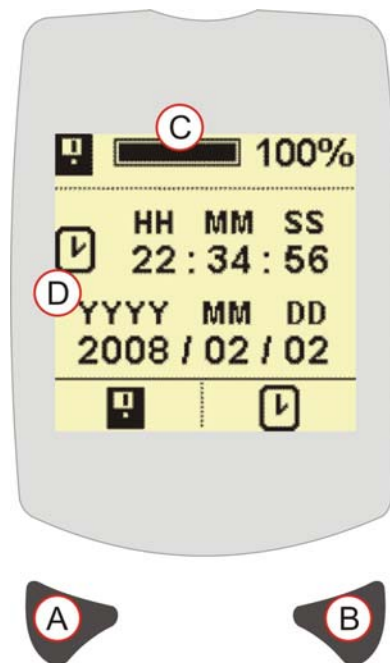

Figure 10 Écran d'heure et de date
Le statut de la mémoire dans la figure 10 (C) affiche 100 %, ce qui signifie que la mémoire est pleine. Il n'est plus possible de stocker d'autres données. Pour supprimer la mémoire, appuyez sur la touche gauche (A) pour accéder à l'écran de suppression de mémoire (voir l'ÉCRAN DE SUPPRESSION DE MÉMOIRE). Assurez-vous que les mesures sont téléchargées via le logiciel dB24 avant de les supprimer.
La figure 10 (D) affiche l'heure et la date actuellement réglé dans l'instrument. Appuyez sur la touche droite (B) pour accéder à l'écran de réglage d'heure et de date (voir l'ÉCRAN DE RGLAGE D'HEURE ET DE DATE).